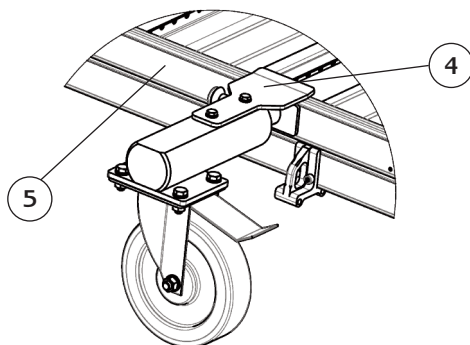
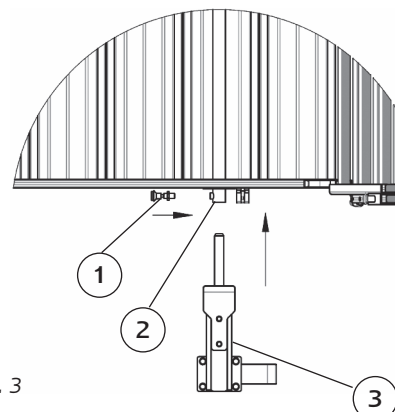

Abb. 4
Abb. 3
Als erstes müssen Sie die Rastbolzen (1) in die vorhandene Aufnahme (2) schrauben und mit der Sicherungsmutter sichern (kontern). Hierbei darauf achten, dass die Rastbolzen bis zum Anschlag eingeschraubt sind. Wurden alle vier Rastbolzen montiert, können Sie die Achsen (3) in die Aufnahmen stecken. **Wichtig:** Der Rastbolzen muss in die Bohrung der Achse einrasten (Abb. 3) und das Stützblech (4) muß sich am Rahmen (5) abstützen (Abb.4).